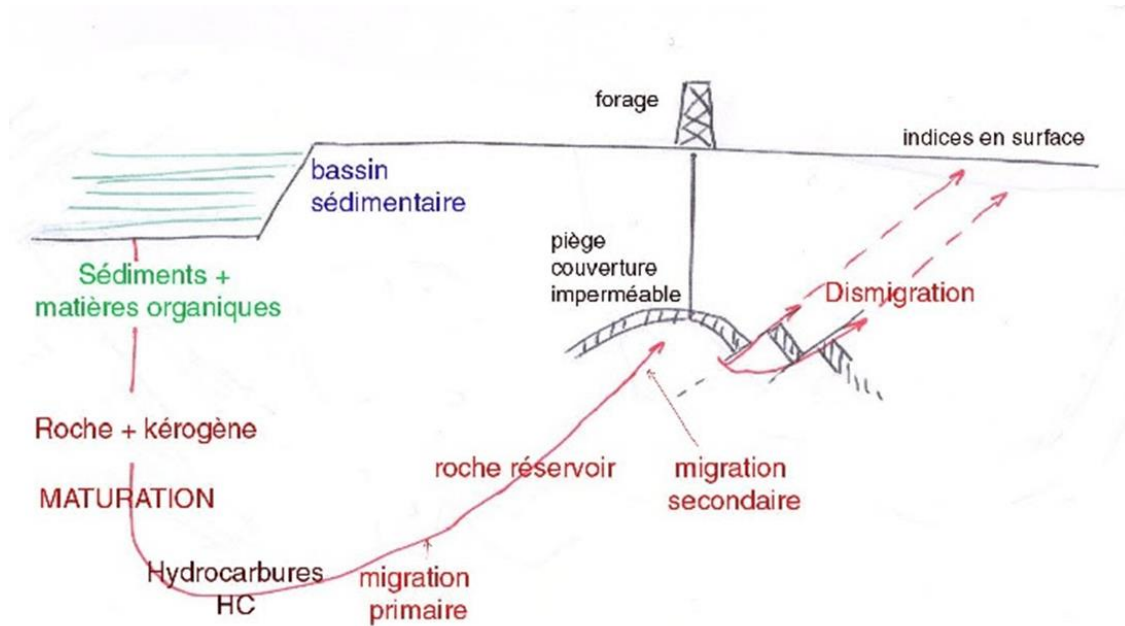

Figure 5. Formation d'un gisement de pétrole et de gaz naturel
**migration primaire :** Le gaz expulse progressivement l'eau et le pétrole vers une couche géologique solide mais très poreuse et perméable : **la roche réservoir** (Fig.5).
**migration secondaire :** Les hydrocarbures continuent leur remontée vers la surface, s'échappent sous forme de suintements et se solidifient en **bitume** à la surface de la terre (Fig.5).